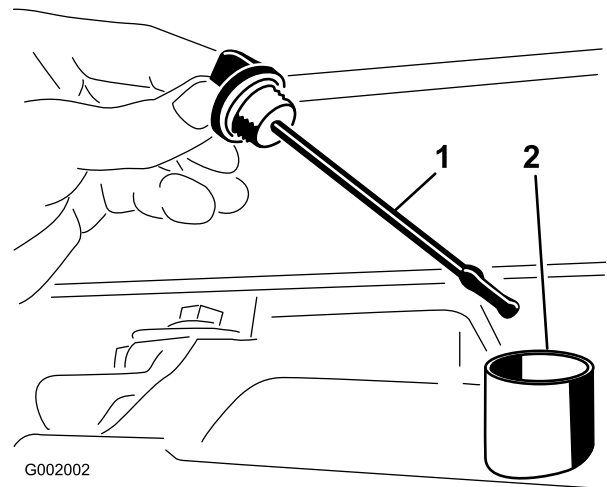

Bild 65
2. Nehmen Sie den Peilstab der Hinterachse heraus und wischen Sie ihn mit einem sauberen Lappen ab (Bild 65).